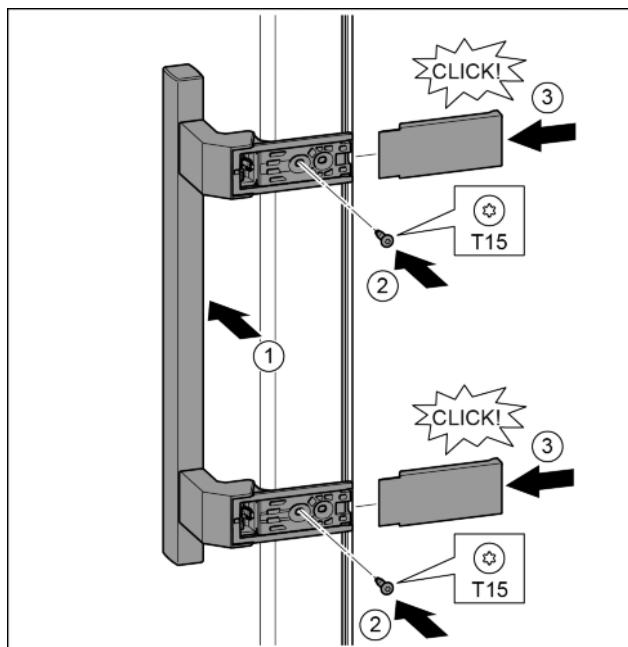

Fig. 30
- Установить ручку на противоположной стороне. *Fig. 30 (1)*
- Затянуть винты отверткой T15. *Fig. 30 (2)*
- Установить крышки сбоку и надвинуть. *Fig. 30 (3)*